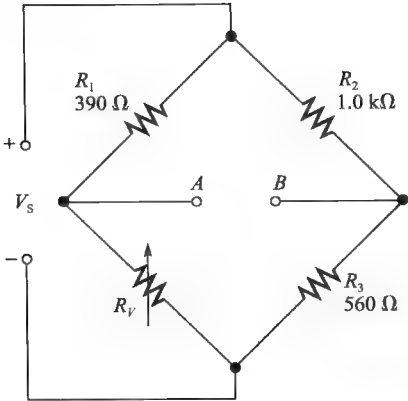

图 6-79
24. 电桥网络如图 6-79 所示,为使电桥平衡,试问 R_V 必须调到什么值?